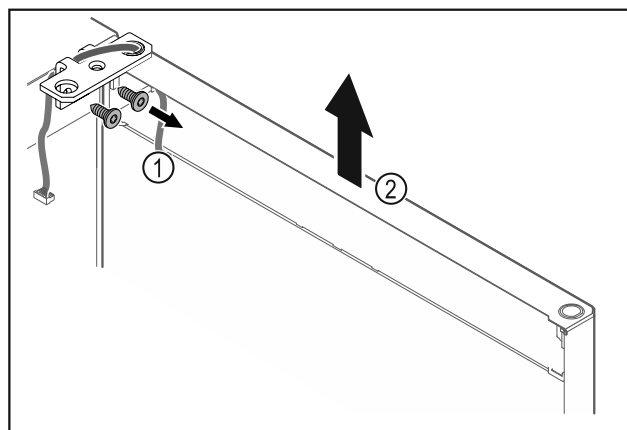

Fig. 17
- Csavarozza le a csuklópántot Fig. 17 (1).
- Az ajtót a csuklópánttal Fig. 17 (2) együtt emelje meg felfelé kb. 200 mm-rel, majd vegye le.